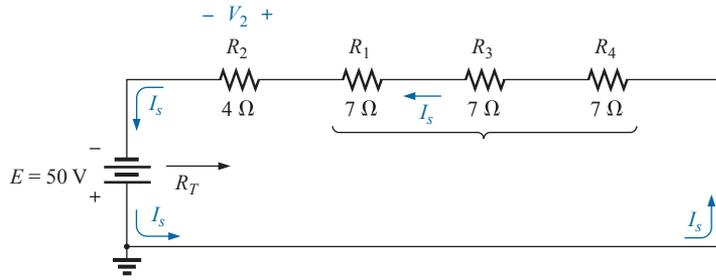

Figura 5.17 Circuito da Figura 5.16 redesenhado para permitir o uso da Equação 5.2.
- Os elementos do circuito são rearranjados como mostra a Figura 5.17.
- Observe que devido à maneira com que a fonte CC foi conectada, a corrente agora tem uma direção anti-horária, como mostra a Figura 5.17:
c) A direção da corrente definirá a polaridade para V_2 , que aparece na Figura 5.17: